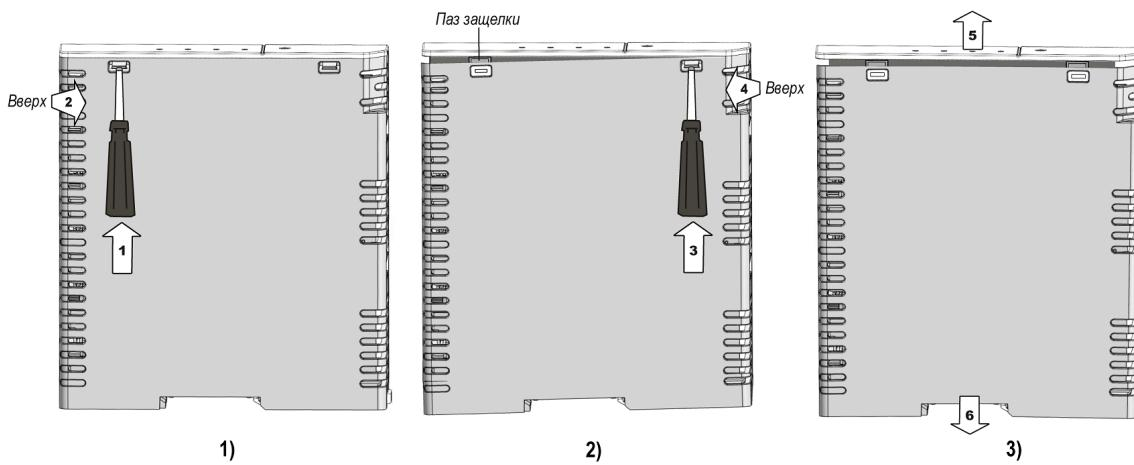

Рисунок 6.5 – Отсоединение крышки от основания корпуса
- используя отвертку, отогнуть левую защелку в направлении, указанном стрелкой 1, и, удерживая крышку, потянуть левый угол основания вверх (стрелка 2), как показано на рисунке 6.5, 1, до извлечения левой защелки из левого паза (см. рисунок 6.5, 2):
- таким же образом, используя отвертку, отогнуть правую защелку в направлении, указанном стрелкой 3, и, удерживая крышку, потянуть правый угол основания вверх (стрелка 4), как показано на рисунке 6.5, 2, до извлечения правой защелки из правого паза (см. рисунок 6.5, 3);
- снять крышку с основания корпуса, осторожно раздвинув крышку и основание в противоположные стороны (в направлении стрелок 5 и 6 (см. рисунок 6.5, 3);